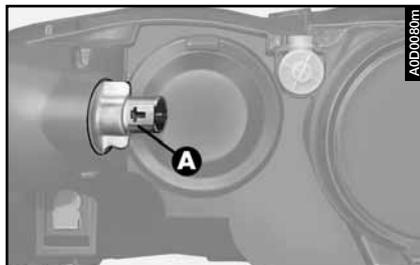

fig. 48
– Tourner dans le sens inverse des aiguilles et défilez le porte ampoule (**A- fig. 48**), sans détacher le connecteur.